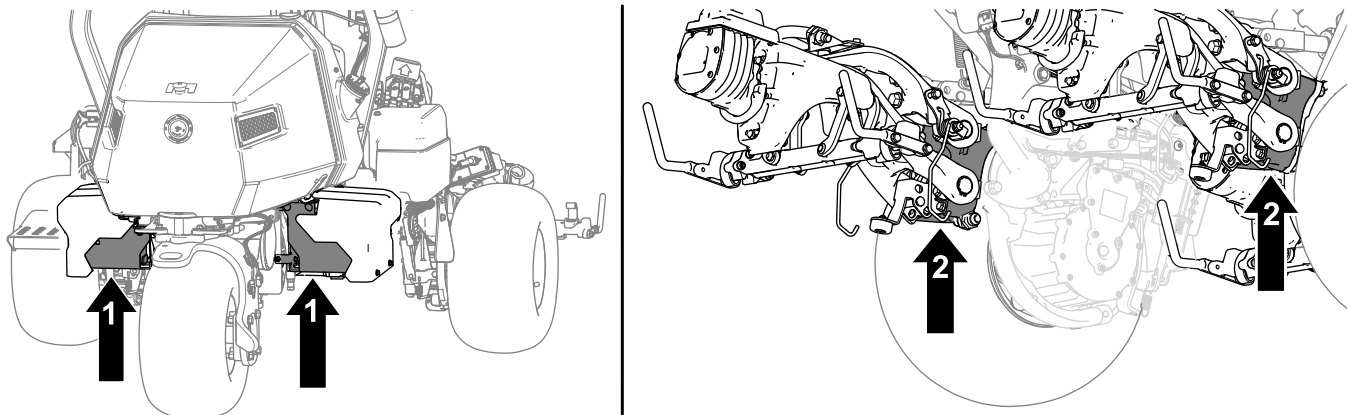

図 41
2. マシンを浮かせたら、以下の部分に適切なジャッキスタンドを入れて機体を支える図 41。